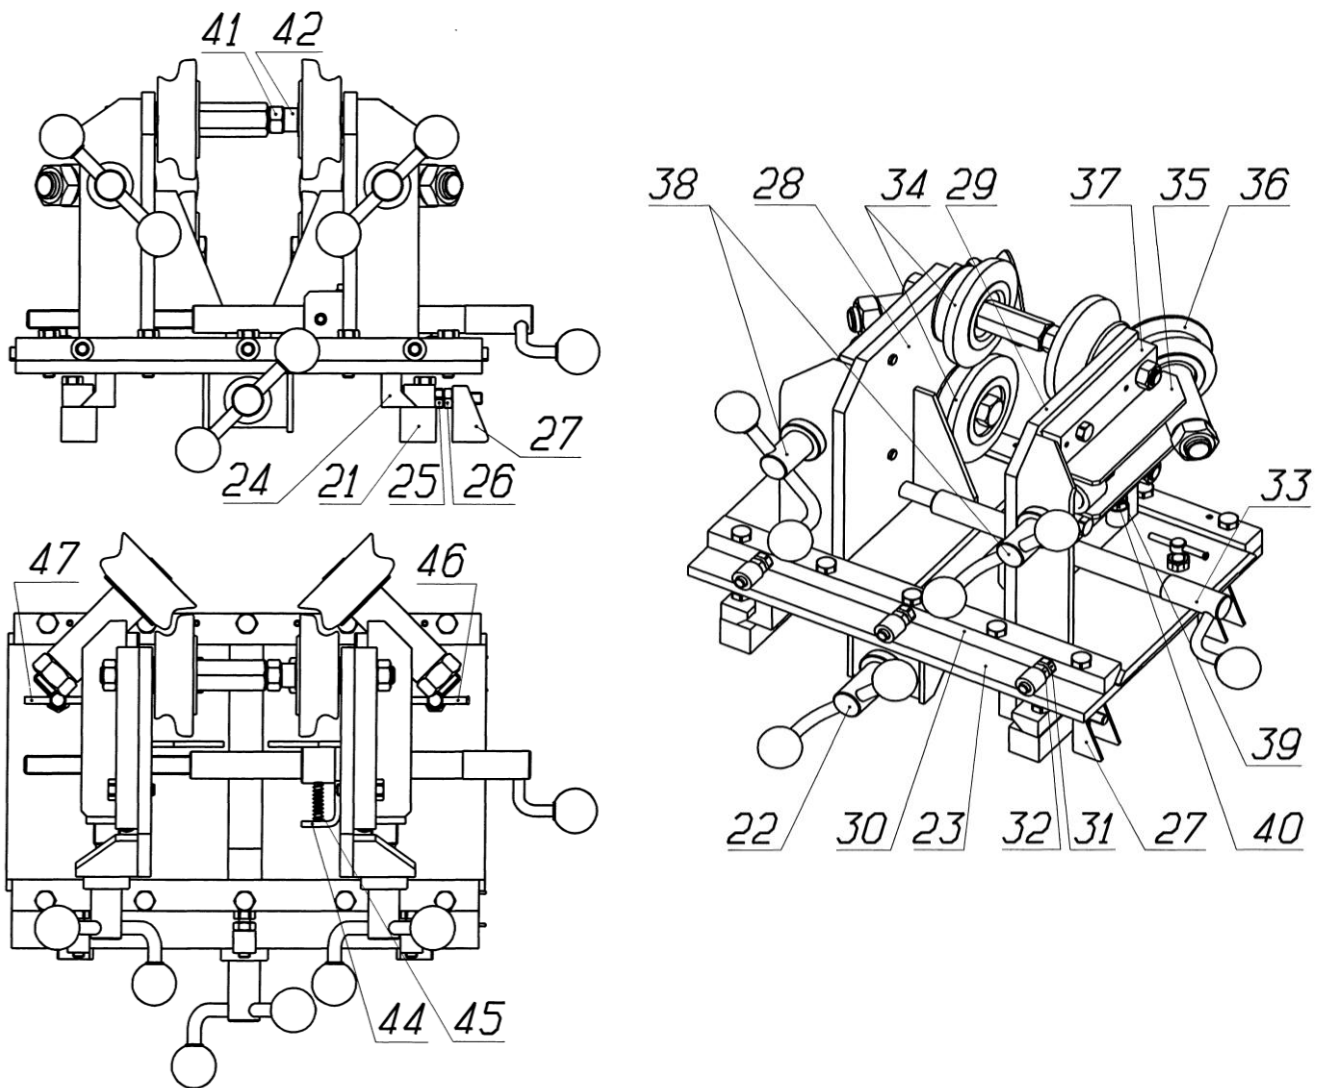

Рисунок 3 - Устройство дископравное
6.2.1. Подвести большие правильные Ролики 34 (рис.3) к полкам обода колеса. Должно производиться одновременное касание обода к четырем роликам 34. Допуск не параллельности оси колеса и оси роликов по горизонтали и вертикали должен составлять не более $\pm 0,5$ мм. Болты 16 затянуть до отказа, соблюдая равномерность затяжки.